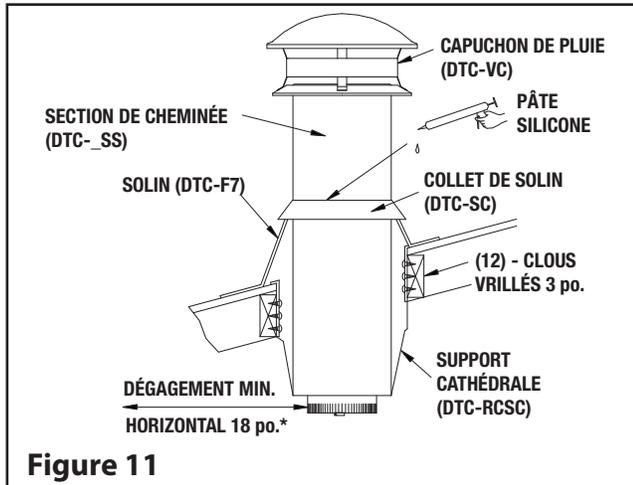

Figure 11
En utilisant un niveau, veillez à ce que le support soit vertical. Si le support s'étire au-dessus du toit, découpez-le de façon à ce qu'il soit égal au sommet du toit. Clouez le support au boîtier encadré à l'aide de (12) clous torsadés de 3 po (voir Figure 11).